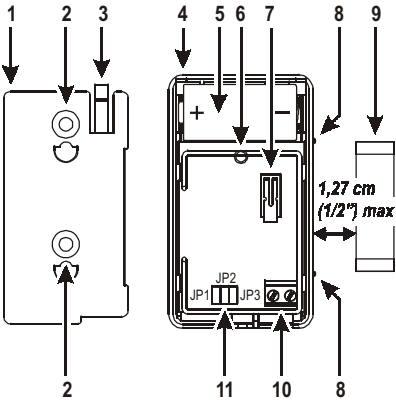

Fig. 1 ① - Identificazione delle parti
Per l'identificazione delle parti fare riferimento alla Fig. 1.
Prestare attenzione quando viene installata la batteria e rispettare la polarità (Fig. 1). Usare SOLO una batteria al Litio, Panasonic CR123A.
Per sganciare il rilevatore dalla staffa: rimuovere il coperchio; rimuovere la batteria; premere il dente 3 (Fig. 1) con un piccolo giravite e fare scorrere il rilevatore verso il basso.
3. Allineare un lato del magnete con la tacca presente sul corpo del KMC30 (Fig. 1).
Use care when installing the battery and observe the correct polarity (see Fig. 1). Use ONLY the Panasonic CR123A lithium battery.
To release bracket: remove the front cover; remove the battery; push the tab (see Fig. 1) with a small screwdriver and slide the KMC30 down.
3. Align one end of the magnet with the notch on the side of KMC30 housing (See Fig. 1).